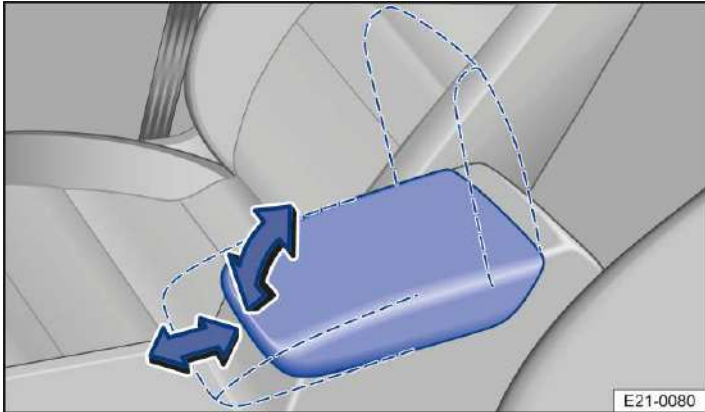

Abb. 1 Zwischen den Vordersitzen:
1. *Anheben*: Mittelarmlehne in Pfeilrichtung rastenweise nach oben ziehen → *Abb. 1*.